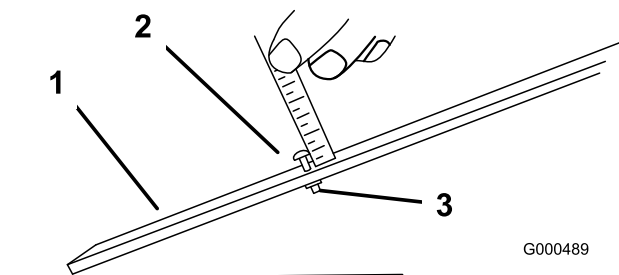

図 48
3. ゲージバー図 48のナットをゆるめ、調整ネジを希望の刈り高に合わせるネジ頭の下からバーの表面までの距離が刈り高となる。